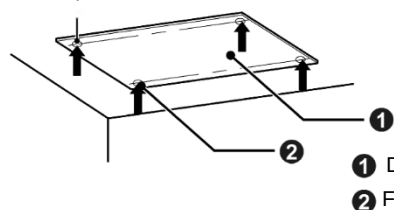
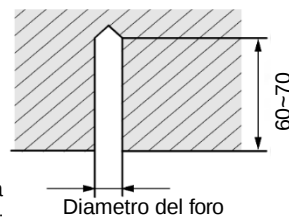

Fig.4.1.2
Fig.4.1.3
- 1) Applicare la dima di cartone sulla posizione di installazione; praticare 4 fori nei punti indicati sul cartone, come illustrato nella Fig. 4.1.2; il diametro dei fori corrisponde al diametro dei tasselli a espansione e la profondità è di 60-70 mm, come illustrato nella Fig. 4.1.3.